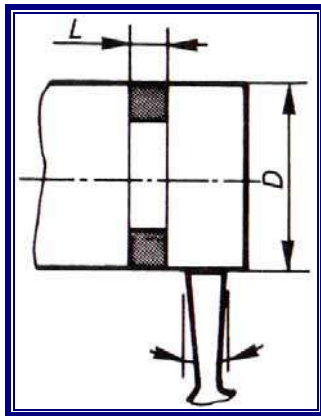

Figure 2
- Régler l'arête tranchante sur le diamètre extérieur parallèle au cylindre de diamètre D (fig.2).